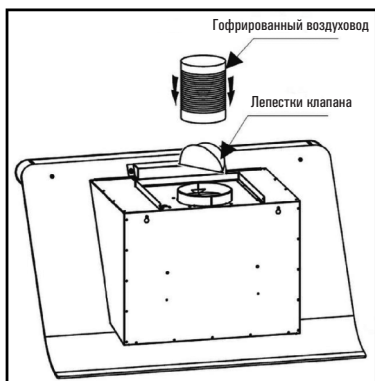

Рис. 9.2
4. Если Вы планируете использовать вытяжку в режиме отвода воздуха в шахту, установите гофрированный воздуховод и лепестки антивозвратного клапана (рис. 9.2)